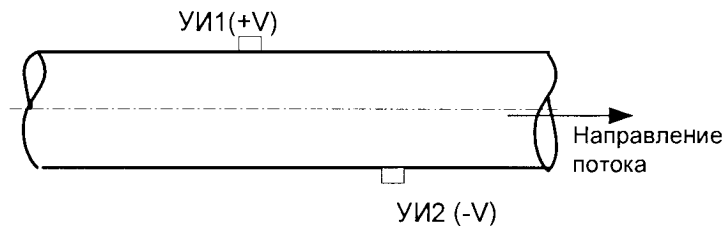

рис.2
8.1.2. Выбрать вариант установки датчиков: Z (двухсторонний) (рис.2) или V (односторонний) (рис.3).